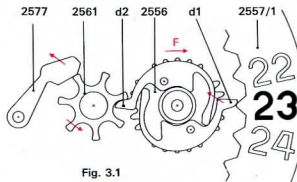

Fig. 3.1
3.1 Rotation dans le sens rétrograde (figure 3.1)
3.1 Rotation within the reverse direction (figure 3.1)